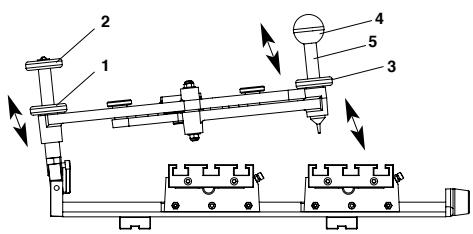

Fig. 11
1. Kontermutter 1 (Fig. 11) lösen
Der Führungsarm lässt sich um einen bestimmten Betrag anheben, siehe Fig. 11. Dies ist beim Arbeiten unabdingbar, wenn der Führungsstift